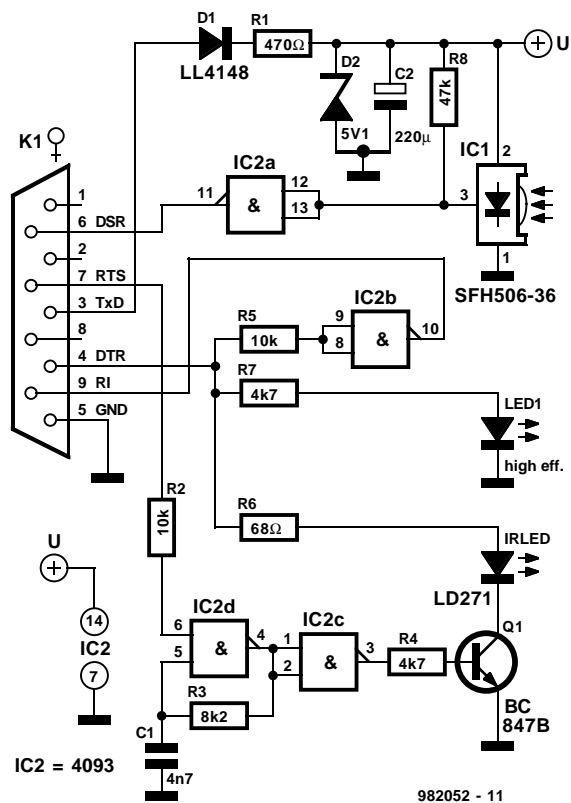

Bild 3. Schaltung des IR-Sende/Empfängers zum Anschluß an die serielle Schnittstelle.
**Bild 3** zeigt die Schaltung des IR-Interface. Als IR-Empfänger/Dekoder wird das gleiche IC wie zuvor eingesetzt. Die Sendeseite, mit der verschiedensten infraroten Signalströme (via TestFreq.COM) generiert werden können, besteht im wesentlichen aus Impulsformung und IR-LED. Besonders einfach wird die Anwendung dadurch, daß die Schaltung kein eigenes Netz-